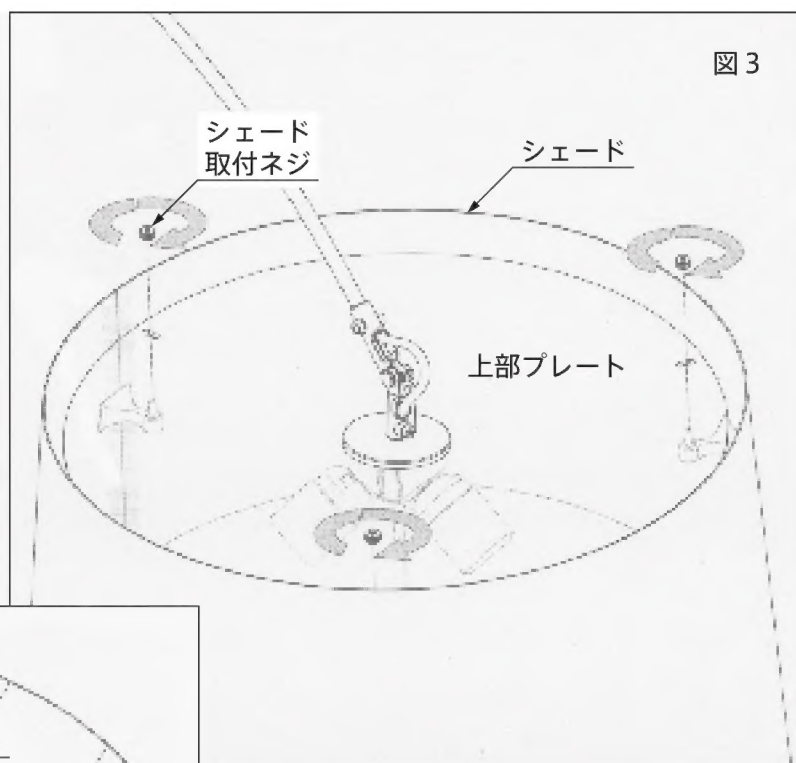

図4
7. ソケットに電球（3ヶ所）を取付けます。（図4）
8. 下部プレートに下部プレート固定ピンをねじ込みます。（図4）
9. 下部プレート固定ピンのもう片方をソケット本体にねじ込み、下部プレートを取付けます。（図4）